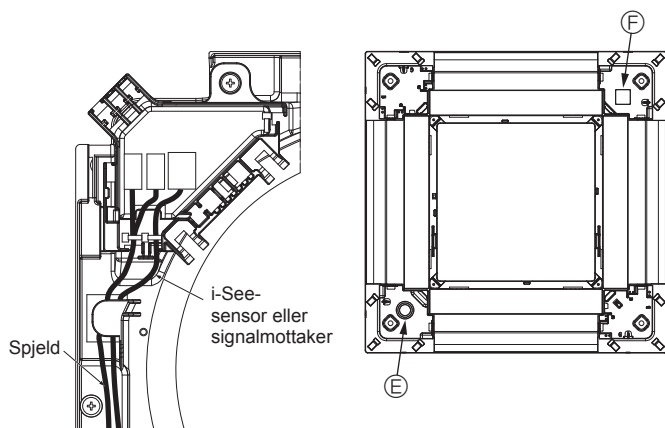

Fig. 5-14
- Legg i-See-sensorens og signalmottakerledningenes kabler som vist i fig. 5-14.